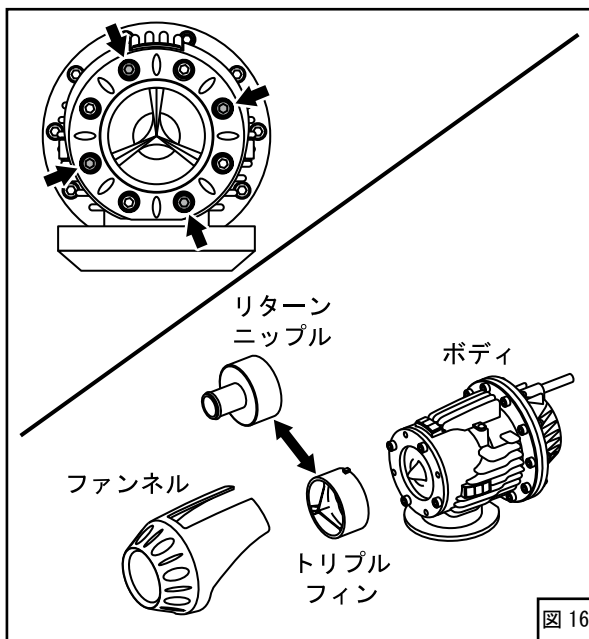

図 16
(1) ブローオフアッセンブリのトリプルフィンをリターンニップルに交換してください。(図 16)